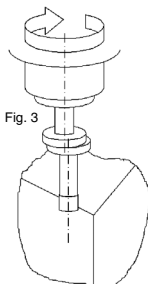

Fig. 3
Die richtige Position ist dann erreicht, wenn der Taster schlagartig etwas seitlich ausweicht, siehe Fig. 3: Dann ist der senkrechte Abstand zwischen Kante und Spindelachse genau der halbe Tasterdurchmesser.
*The correct position is reached when the movement of the tracer will yield laterally, look at fig. 3. Then the vertical distance between spindle axis and edge is exactly one half of the tracer diameter.*